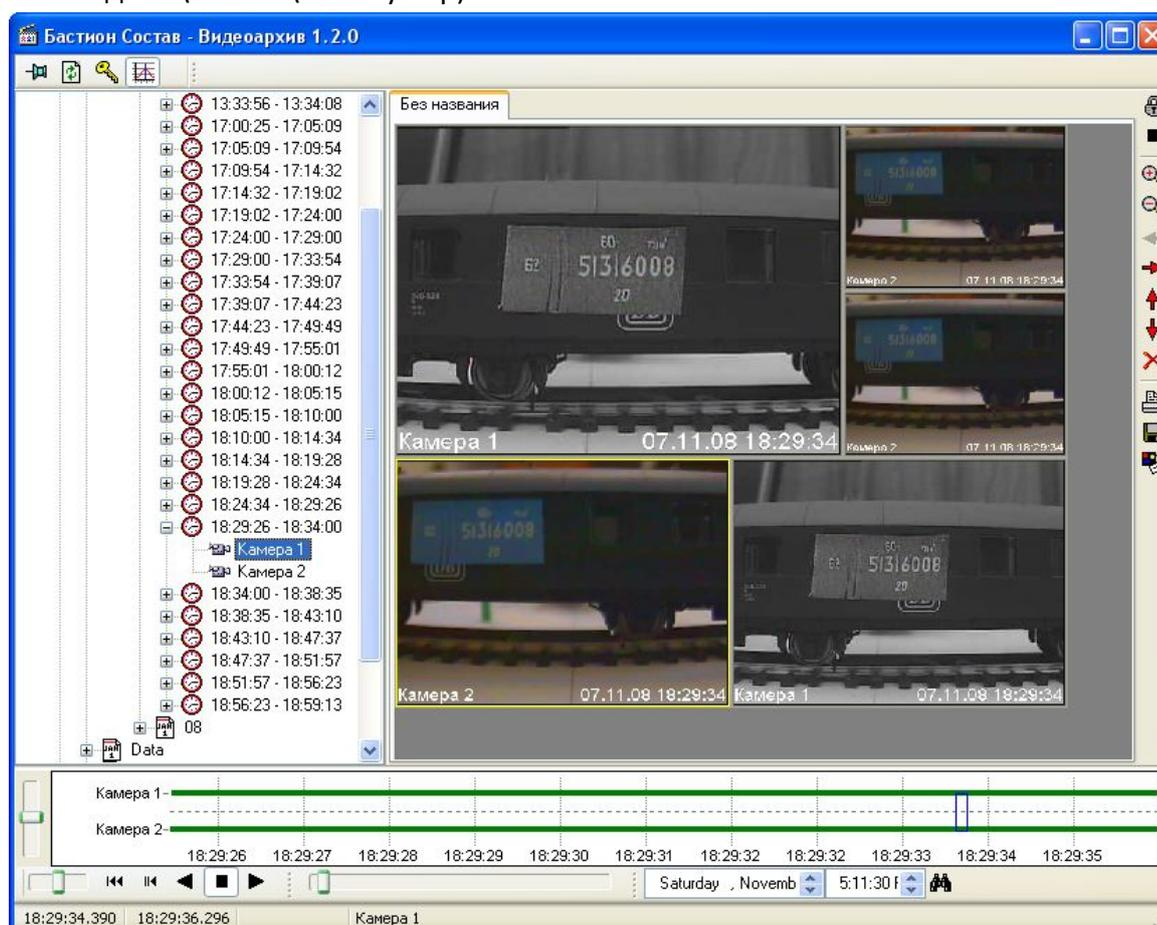

Рис. 87 Окно видеоархива
В верхней части окна находится панель управления (Рис. 87). Назначение кнопок:
- Нажать кнопку «Воспроизведение» (см. Рис. 87).